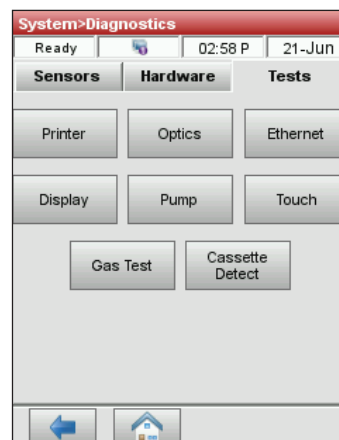

Figure 28. Gestion du système > Diagnostics > Tests > Pompe
10. Sélectionnez "**Pompe**" (Figure 28) pour tester le moteur de la pompe. La pompe devrait tourner sans à-coups ni bruit excessif. Ce test de diagnostic parcourt automatiquement toutes les vitesses utilisées en fonctionnement normal (de 7,5 à 120 tpm), puis revient à l'onglet Diagnostics > Tests.